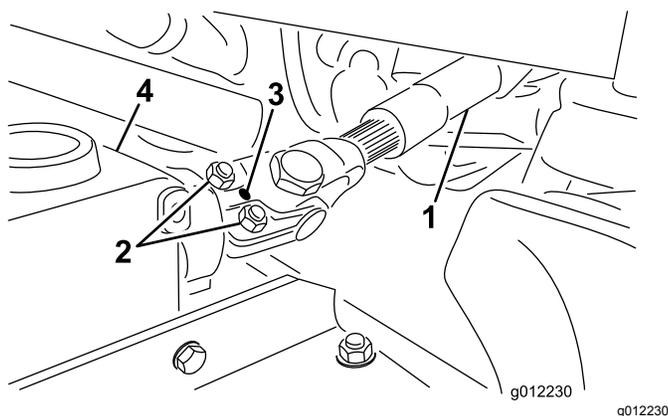

Figura 3
- A. Rimuovete la spina cilindrica dalla forcella finale e dall'albero della scatola ingranaggi (Figura 3).
- B. Allentate i 2 bulloni e dadi di bloccaggio (Figura 3).